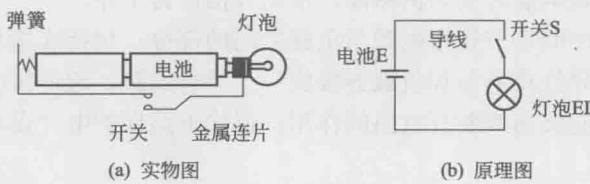

图 1-2 手电筒电路
如图 1-2 所示的手电筒电路中，灯泡 EL 经开关 S 接在电池 E 两端，当开关 S 闭合时，灯泡在电池电压的作用下发光，这时说明灯泡中有电流流动；当开关 S 断开时，灯泡 EL 熄灭，这时说明灯泡中没有电流流动。
(2) 产生电流的条件。水库中水位很高，但如果不开闸门，水就不会流动。所以水要流动，一是要有水位差；二是要将水闸打开，使水形成一个“水路”。与水流一样，电路中要有电流，必须同时满足两个条件：一是电路中要有电压（电源）；二是电路必须构成一个闭合回路，其中电源是电流流动的能源，闭合的回路是电流流动所走过的路径。
(3) 电流的方向。在直流电路中，人们规定电流是从正极出发经负载电路流向负极，图 1-2 所示的电路中，电流沿着“电池正极→小灯泡→负极”的方向流动。交流电路中电流的方向是交变的。
(4) 电流的大小。水压越大，则水流越大；同样电压越大，则电流越大。具体电流的计算，要按欧姆定律来计算。
手电筒电路中〔参考图1-2〕，电池E是提供电源的器件，灯泡是用电器，又称为负载，中间环节由开关S和金属连片组成。当开关闭合时，电池E的正极→开关S→小灯泡EL→电池E的负极→电池E的正极，形成闭合回路，灯泡中有电流流过，灯泡得电发光；当灯泡断开时，灯泡的供电回路被切断，灯泡因无电流流过而熄灭。
画图时如果把电池、灯泡等物体按原样画出来，既麻烦又不清楚，所以人们常用符号代表实物，这样画出来的就是电路〔参考图1-2(b)〕。